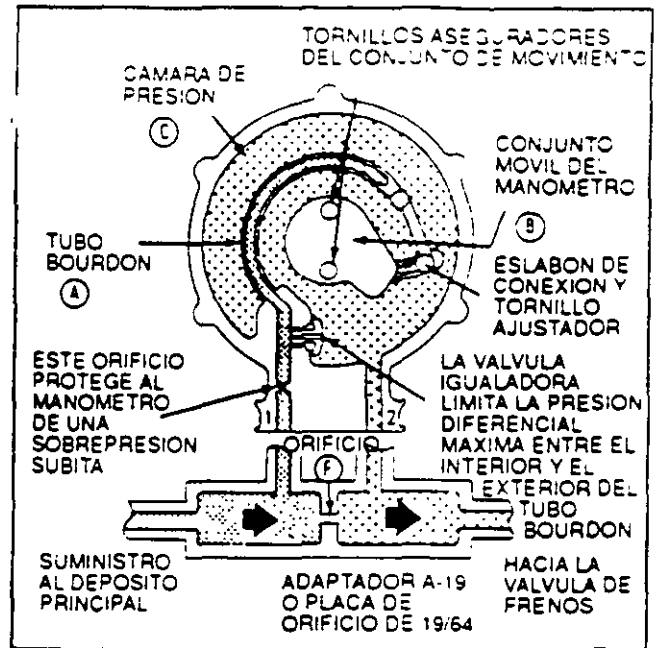

FIG. 30. VISTA EN CORTE DE LA CAMARA DE PRESION. E-24219-S
Al cargar un tren, la manecilla Blanca se moverá hacia la lectura extrema del indicador, para regresar luego gradualmente a un nivel o velocidad inferior y estabilizarse a medida que se completa la carga, Fig. 30. El aire continuará suministrándose a la velocidad estable inferior a medida que escapa desde el tubo del freno en las uniones, aberturas o fugas peculiares al tren que está siendo movido.
11. Si el indicador no marcó al número "5" ó "10" como fue requerido durante los Pasos 4 y 5, deberá aflojarse el tornillo ajustador, Fig. 30, y el eslabonamiento ajustado para que se indiquen los números requeridos y luego reapriete firmemente. El indicador entonces deberá ser revisado nuevamente en su precisión antes de instalar la cubierta de la tapa posterior.